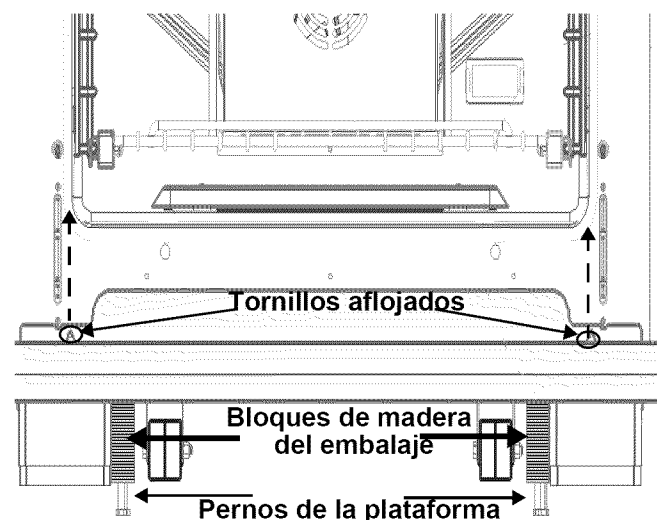

Figura 5: Adorno de Puerta, Bloques de Embalaje y Perno de la Plataforma
- Todas las estufas están sujetadas a la plataforma con cuatro (4) pernos fijados a bloques de madera (vea la Figura 5). Se puede acceder a los dos pernos de la plataforma solamente después de haber quitado el adorno de la puerta, situado debajo de las puertas.